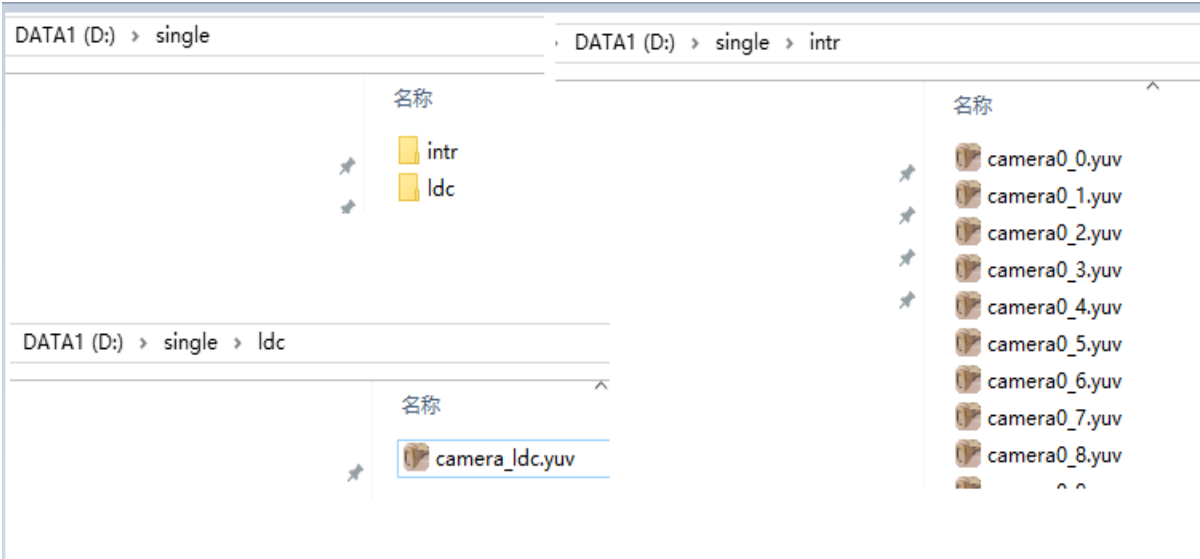

图 24 单相机标定的目录结构
- c) 将离线效果图片放到 ldc 目录，单相机标定的目录结构见图 24；